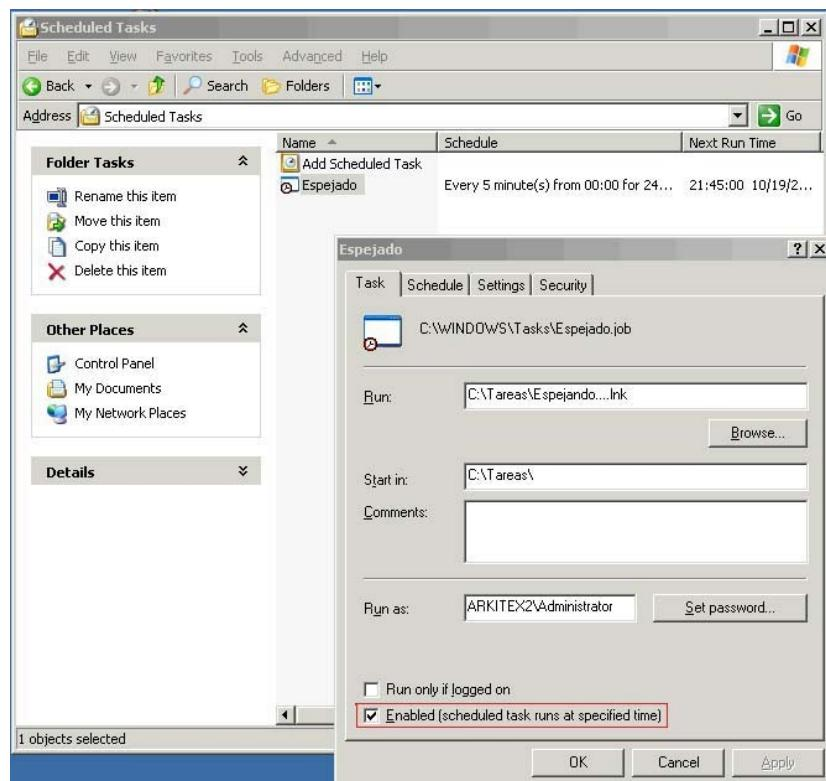

Ilustración 3 - Detener copias
- a. Detener el espejado entre servidores tanto en Arkitex1 como en Arkitex2 (ver Ilustración 3 - Detener copias).